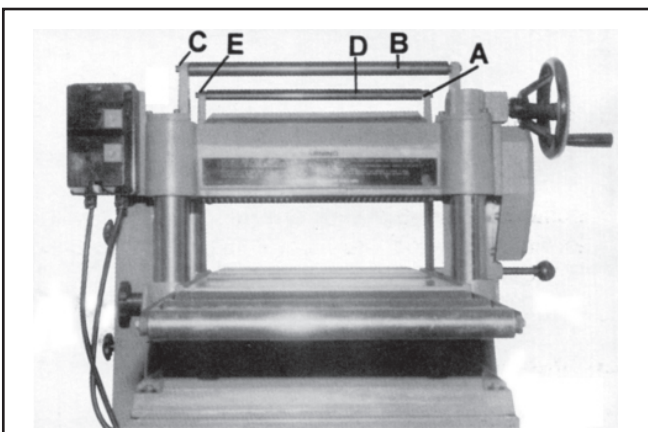
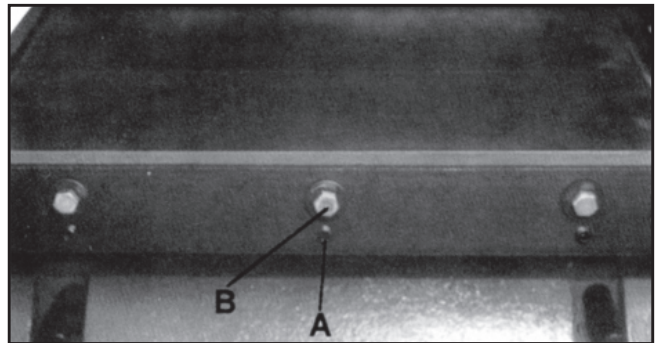

Figura 2
Figura 3
3. Instale la base de los rodillos (A, Figura 2) en la parte superior derecha de la máquina con tres tornillos M6x20.
4. Deslice el extremo del rodillo (B, Figura 2) dentro de la caja de engrane de gusano, deslice el otro extremo del rodillo en la otra base del rodillo (C, Figura 2), e instale la base del rodillo en la parte superior izquierda de la máquina con tres tornillos M6x20.
5. Deslice el segundo rodillo (D, Figura 2) dentro de la base de rodillos (B, Figura 3), deslice la base del rodillo restante (C, Figura 2) sobre el rodillo, e instale la base de rodillos a la parte superior izquierda de la máquina con tres tornillos M6x20.
2. Atornille los tornillos (A, Figura 3) en las mesas de extensión con rodillo para que queden nivelados con la superficie que va con la máquina.
3. Instale las mesas de extensión con rodillo a la mesa de la cepilladora usando seis tornillos (B, Figura 3) y seis roldanas M8.